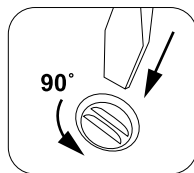

Рис. 8
- Поверните три фиксатора на крышке DWM Pro против часовой стрелки на 90° (рис. 8) и снимите крышку.